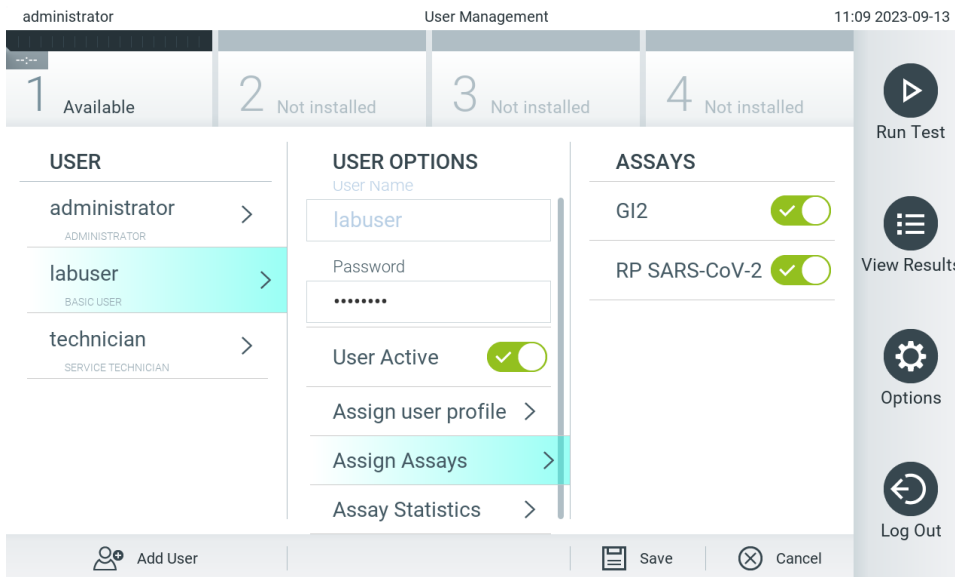

Abbildung 53. Zuweisung von Assays zu Benutzern.
- Assign Assays (Assays zuweisen): Auswählen der Assays aus der Assay-Datenbank, die dieser Benutzer ausführen darf. Wählen Sie die Assays aus der Liste rechts im Inhaltsbereich aus (Abbildung 53).